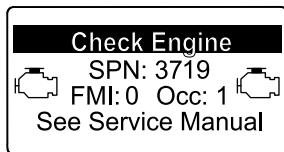

Figure 79
- Avertissement moteurSPN 3719, FMI 0 (Figure 79)